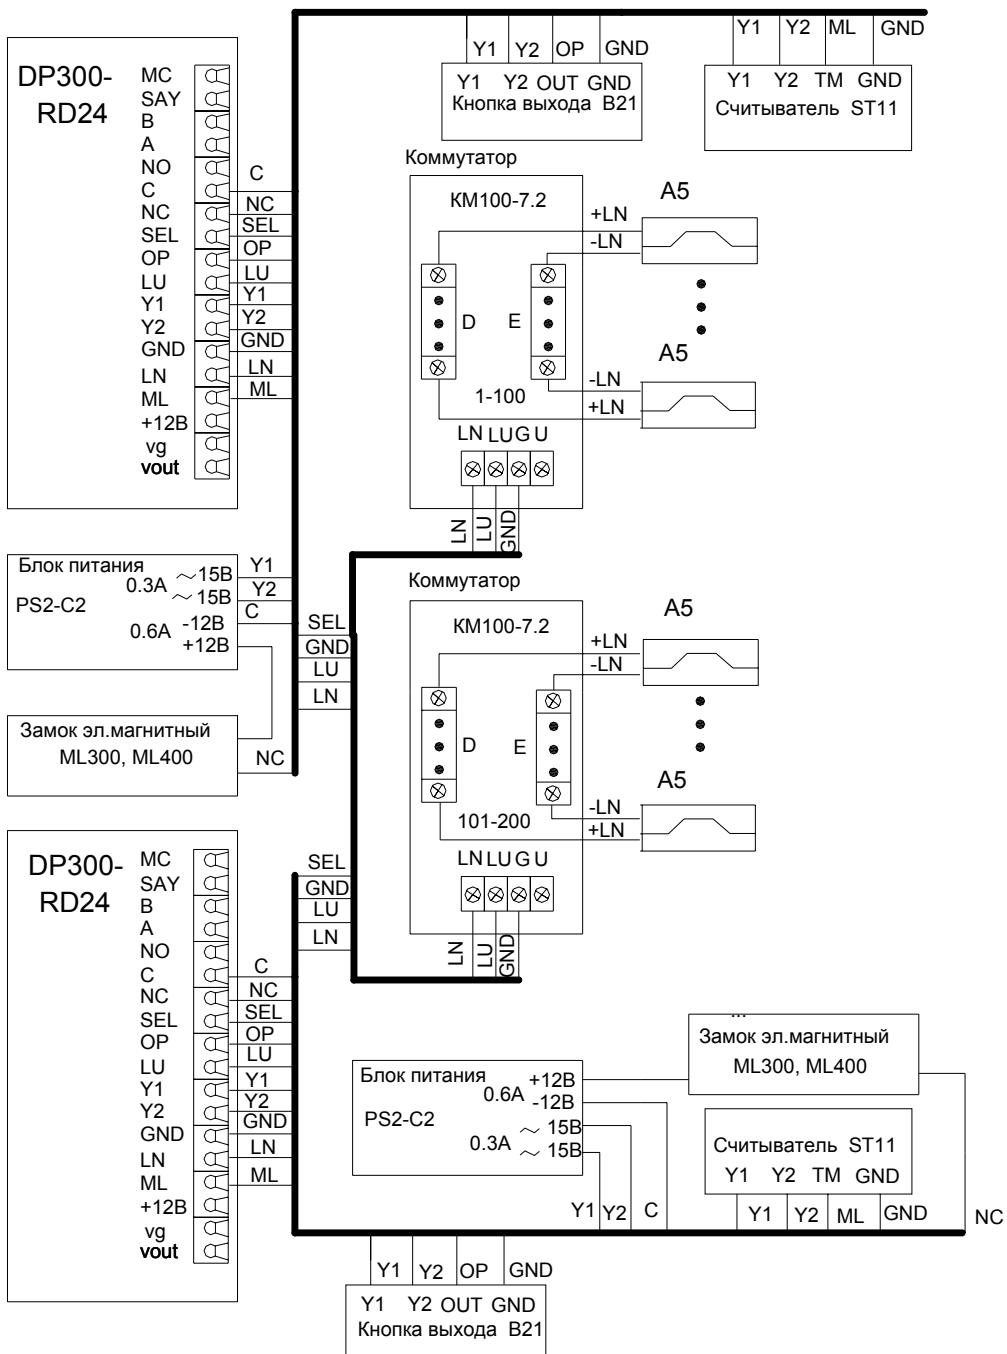

Рис.3 Пример схемы подключения DP300-RD24 в составе домофонного комплекса.
- "занято" – показывает, что разговорная линия занята другим блоком вызова, параллельно подключенному к данному блоку вызова (см.рис. 3)
Блок вызова соединяется с остальными блоками системы согласно приведенной монтажной схеме (рис.3).
Блок питания подключается к замку и блоку вызова согласно приведенной монтажной схеме (рис.3). Блок питания и коммутатор имеют специальные клеммные колодки для подключения проводов с соответствующими обозначениями. Для подключения блока питания к сети 220 В **обязательно(!)** должна быть установлена розетка.
С абонентскими пультами коммутатор соединяется согласно приведенной монтажной схеме (рис.3) по двум десятипроводным шинам, проложенным в стояке
Пульт подключается к соответствующим проводам (клемма «+» пульта к шине десятков D0..D9 коммутатора, клемма «-» к шине единиц E0..E9 коммутатора). Схема соединений блоков комплекса приведена на рис.3.
Электромагнитный замок подключается к блоку питания и к блоку вызова согласно схеме на рис.3. Цепи коммутации электромагнитного замка в блоке вызова содержат схему размагничивания. При подключении следует соблюдать полярность напряжения, указанную на схеме, во избежание выхода из строя блока вызова.